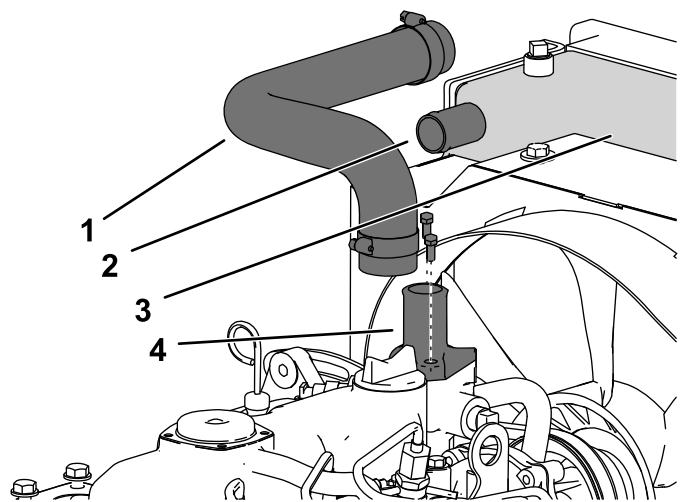

Figure 6
3. Desserrez le collier supérieur et débranchez le flexible de la sortie du radiateur (Figure 6).
6. Déposez le flexible de radiateur de la machine (Figure 6).
7. Retirez les 2 boulons de fixation de la sortie au sommet du moteur (Figure 6).